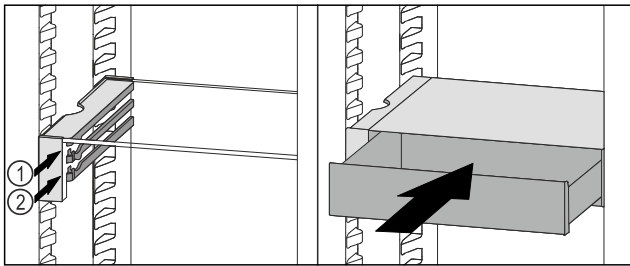

Fig. 61
- ▶ VarioSafe-Schubfach hinter den Stopperrn auf gewünschter Rippe Fig. 61 (1) oder Fig. 61 (2) aufsetzen.